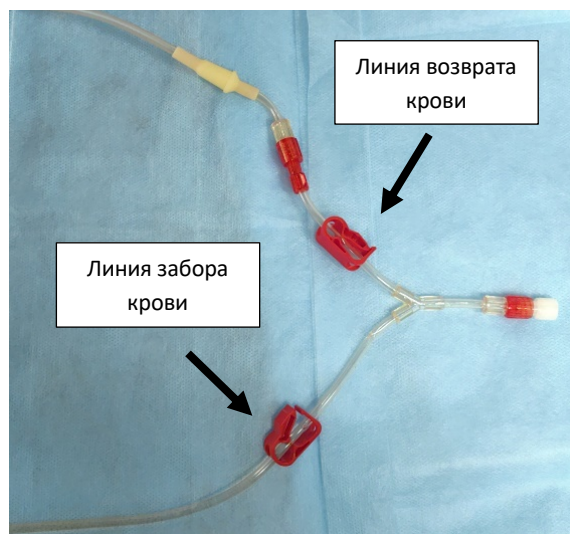
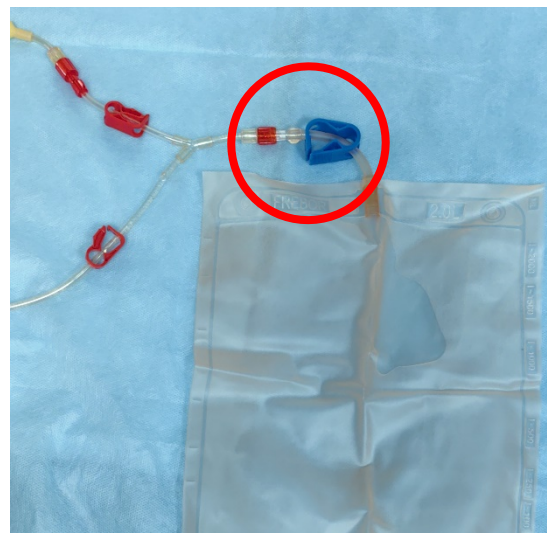

Рисунок 2.23
Рисунок 2.24
- 2.14. Откройте зажим на линии забора крови, линия возврата необходимо закрыть (рис. 2.23). Подсоедините к линии дренажный мешок и откройте синий зажим (рис. 2.24)